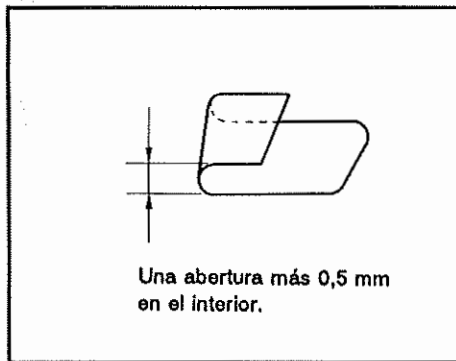

Fig. 22
- ① Doble parcialmente en la circunferencia.
- ② Doble hacia el interior a lo largo de la línea de referencia Y-Y'. La abertura se hace de modo que sea una abertura más 0,5 mm. (Fig. 22)